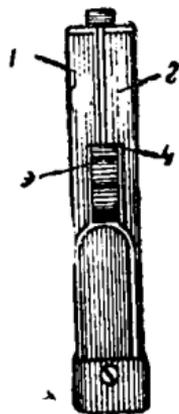

Рис. 17. Крышка для магазинного питания.
1. Если на коробе пулемета находится крышка со щитками и с защелкой магазина, — пулемет установлен на магазинное питание (рис. 17).